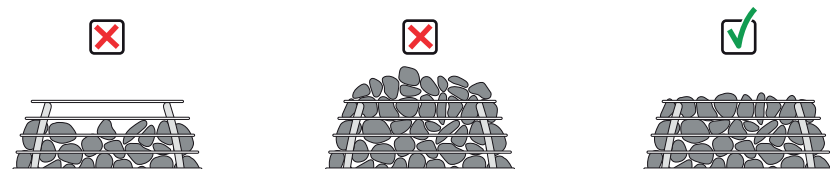

図14 HIVE Flow サウナ石の積み方
- ・ サウナストーンを高く積み上げないでください。初めてのご使用前にストーンカバーの最上部と石の高さが同じであることを確認してください。(図14)